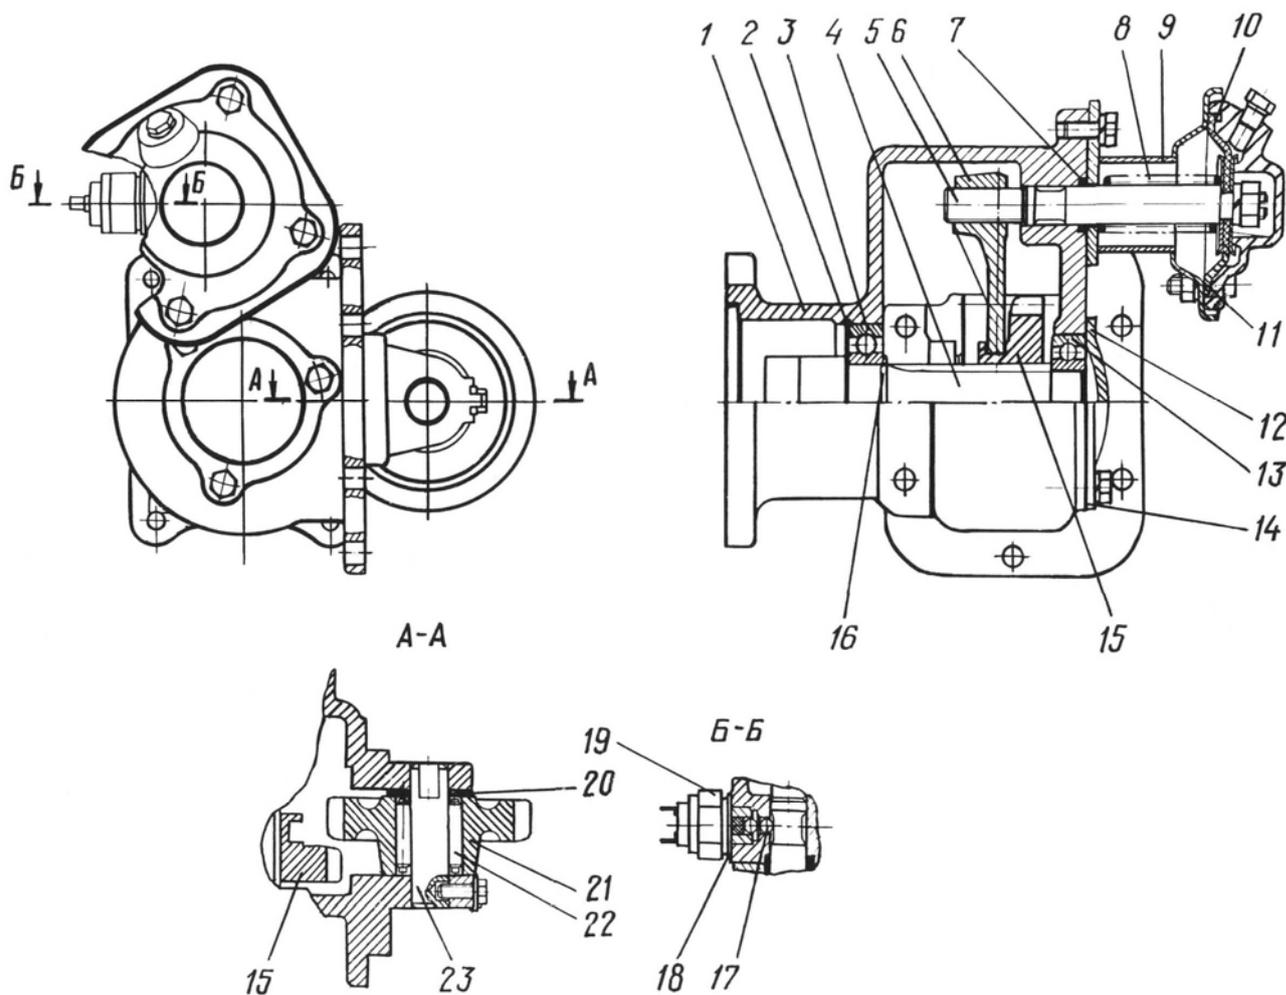

Рис.21. Коробка отбора мощности:
Коробка отбора мощности (рис.21) установлена на коробке передач с правой стороны автомобиля. К торцу картера коробки отбора мощности прикреплен масляный насос НШ50А-3Л. Соединение вала насоса с ведомой шестерней осуществляется с помощью полумуфты и призмы. Ведущая шестерня 21 находится в постоянном зацеплении с шестерней отбора мощности коробки передач.
1. Отвернуть болт, стопорящий ось 23 (см. рис.21) ведущей шестерни, предварительно отогнув замковую шайбу. Выпрессовать из картера 1 коробки ось 23, извлечь ведущую шестерню 21 и прокладку 20. При необходимости вынуть из шестерни подшипник 22.